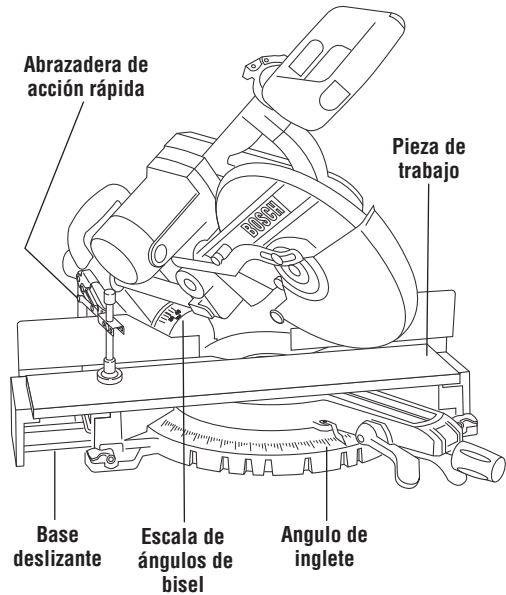

Figura 35. Corte compuesto
2. Posicione la pieza de trabajo adecuadamente. Asegúrese de que la pieza de trabajo esté fijada con abrazadera firmemente contra la mesa y el tope-guía (Figura 35.)